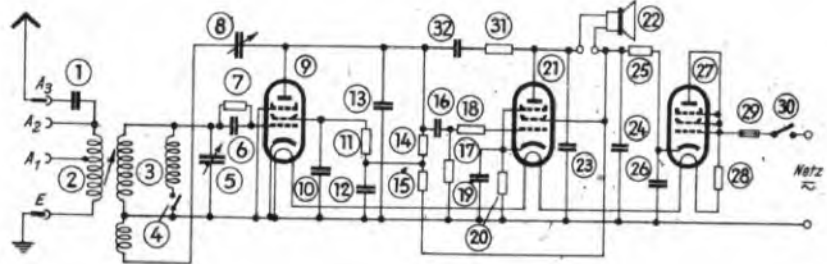

Bild 5. Schaltung des Rückkopplungs-Audions in Widerstandskopplung
**Schaltung 4: Rückkopplungsaudion in Widerstandskopplung mit Nf-Stufe (Bild 5)**